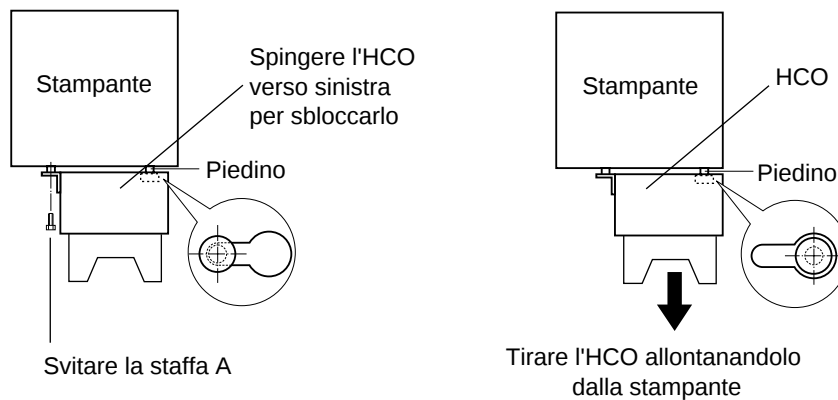

Figura 3-69 Configurazione del piedino di collegamento e del foro di posizionamento dell'HCO della stampante
2. La Figura 3-69 mostra nei dettagli il piedino di collegamento e il foro di posizionamento.